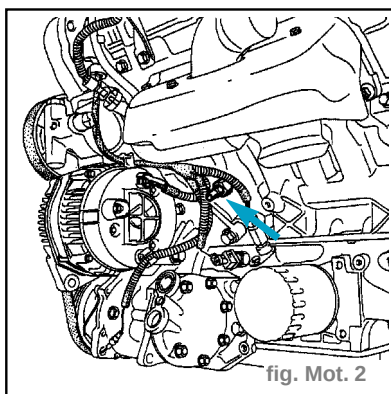

fig. Mot. 2
- le circuit de refroidissement par la durite inférieure sur le radiateur et par les deux bouchons de vidange sur le carter cylindres, (fig. Mot. 2)